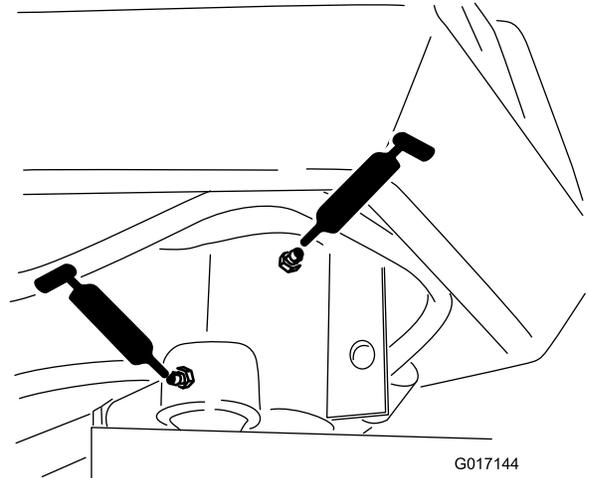

図 29
- ステアリングフォークのシャフト1か所 図 29
- ステアリングシリンダロッドの端部 図 29